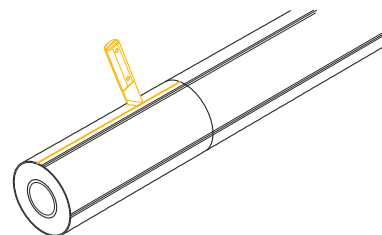

Рис. 4.4.3
3. Надрезать защитную оболочку от надреза до торца трубы (рис. 4.4.3). Глубина надреза – не более 10 мм.